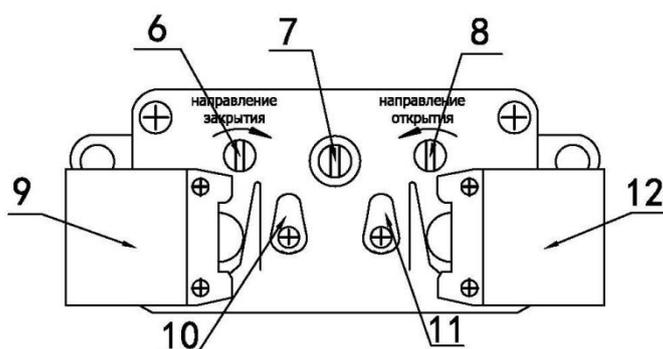

Рис.2 Механизм управления ходом
7.1 Механизм управления ходом (см. рис. 2): он состоит из десятичной передачи, выталкивающего стержня, кулачка и микровыключателя, называемого счетчиком. Его принцип работы заключается в том, чтобы приводить в движение счетчик с помощью ведущей шестерни ( $Z=8$ ) в коробке передач. Если счетчик был отрегулирован в соответствии с положением, в котором клапан открывается или закрывается, когда счетчик поворачивается в предварительно отрегулированное положение (число оборотов) с выходным валом, кулачок поворачивается на  $90^\circ$ , микропереключатель нажимается, питание отключается, и двигатель останавливается, чтобы добиться управления ходом электрического устройства (количеством оборотов). Чтобы управлять клапаном с большим количеством оборотов, кулачок можно отрегулировать на  $180^\circ$  или  $270^\circ$ , а затем нажать микровыключатель.